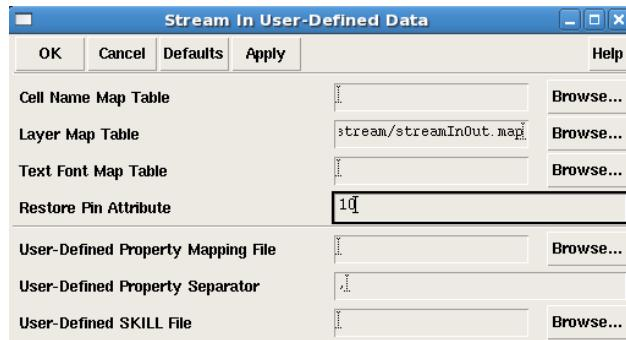

Рис. 7.4. Форма для задания пользовательских данных при импорте файла GDSII.
- 4) Нажать кнопку “User-Defined Data”. В появившейся форме в поле “Layer Map Table” указать полный путь к файлу трансляции streamInOut.map. Чтобы восстановить в топологии информацию о портах/выводах схемы (если она должным образом была сохранена при создании файла GDSII) необходимо ввести в поле “Restore Pin Attribute” значение “10” вместо “0”. После заполнения всех необходимых полей нажать кнопку “OK” (рис. 7.4).